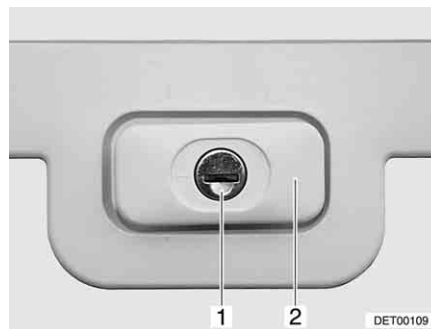

Fig. 36 Serrure du portillon, rectangulaire, fermée
- Insérer la clé dans le barillet (Fig. 36,1) et la tourner d'un quart de tour. La poignée de la serrure (Fig. 36,2) ressort.